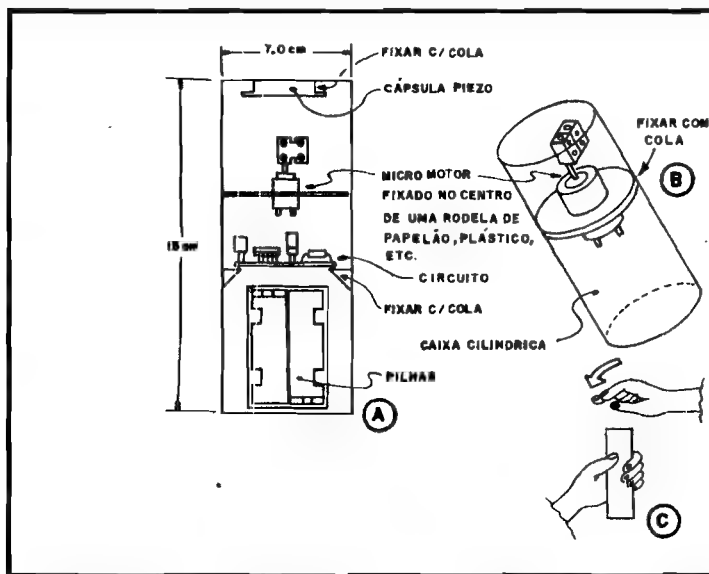

Fig. 6
O estágio final (e também importante...) da construção do POLTERGEIST está detalhado (em uma das suas muitas opções) na fig. 6. No caso, baseamos as instruções na escolha de um container cilíndrico (uma lata, por exemplo), porém, com pequenas variações e adaptações, outras formas de recipiente poderão ser facilmente usadas... Alguns pontos importantes, que devem ser observados:
- A cápsula de microfone deverá ser fixada (também com cola de epoxy - cuidado para que o adesivo não atinja a membrana do microfone, o que poderá inutilizar o componente, ou reduzir muito a sua sensibilidade à parte interna do topo da caixa ou lata. Dessa maneira (ver fig. 6-A e 6-C) as pancadinhas dadas à superfície do topo do container serão mecanicamente "comunicadas" ao microfone, com boa sensibilidade.